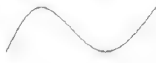

图 3-87
**步骤3：**在绘图区单击或输入下一点的坐标。依次指定样条线其他点。绘制完样条线之后按 Enter 键结束样条线的绘制，如图 3-87 所示。